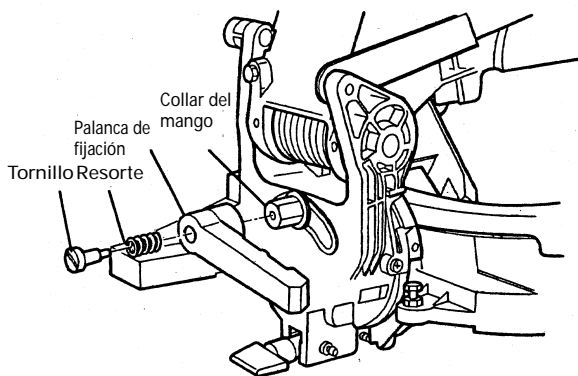

Fig. 6
- ① Inserte el resorte y el tornillo en el orificio de la palanca de fijación, tal como se indica en la Fig.6.